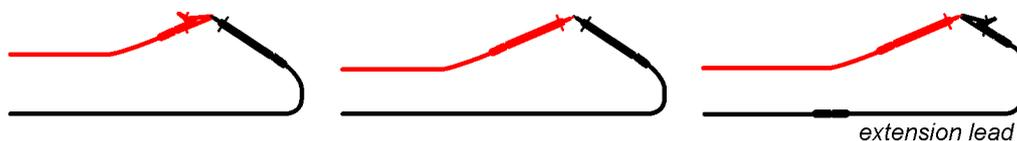

Figure 11.43: Fils de test raccourcis
- Connectez le câble de test à l'appareil et raccourcissez tous les fils de test ensemble, voir **Figure 11.43**.